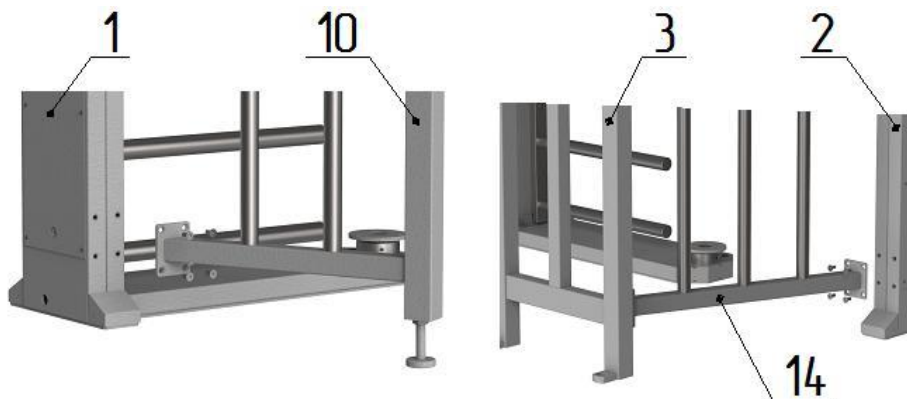

Рис. 6
### 3. Установка ограждения (рис. 6):
– к боковым плоскостям стойки шлюза **2** аналогично установите ограждения **13** и **14** (рис.6) и закрепите винтами М8;